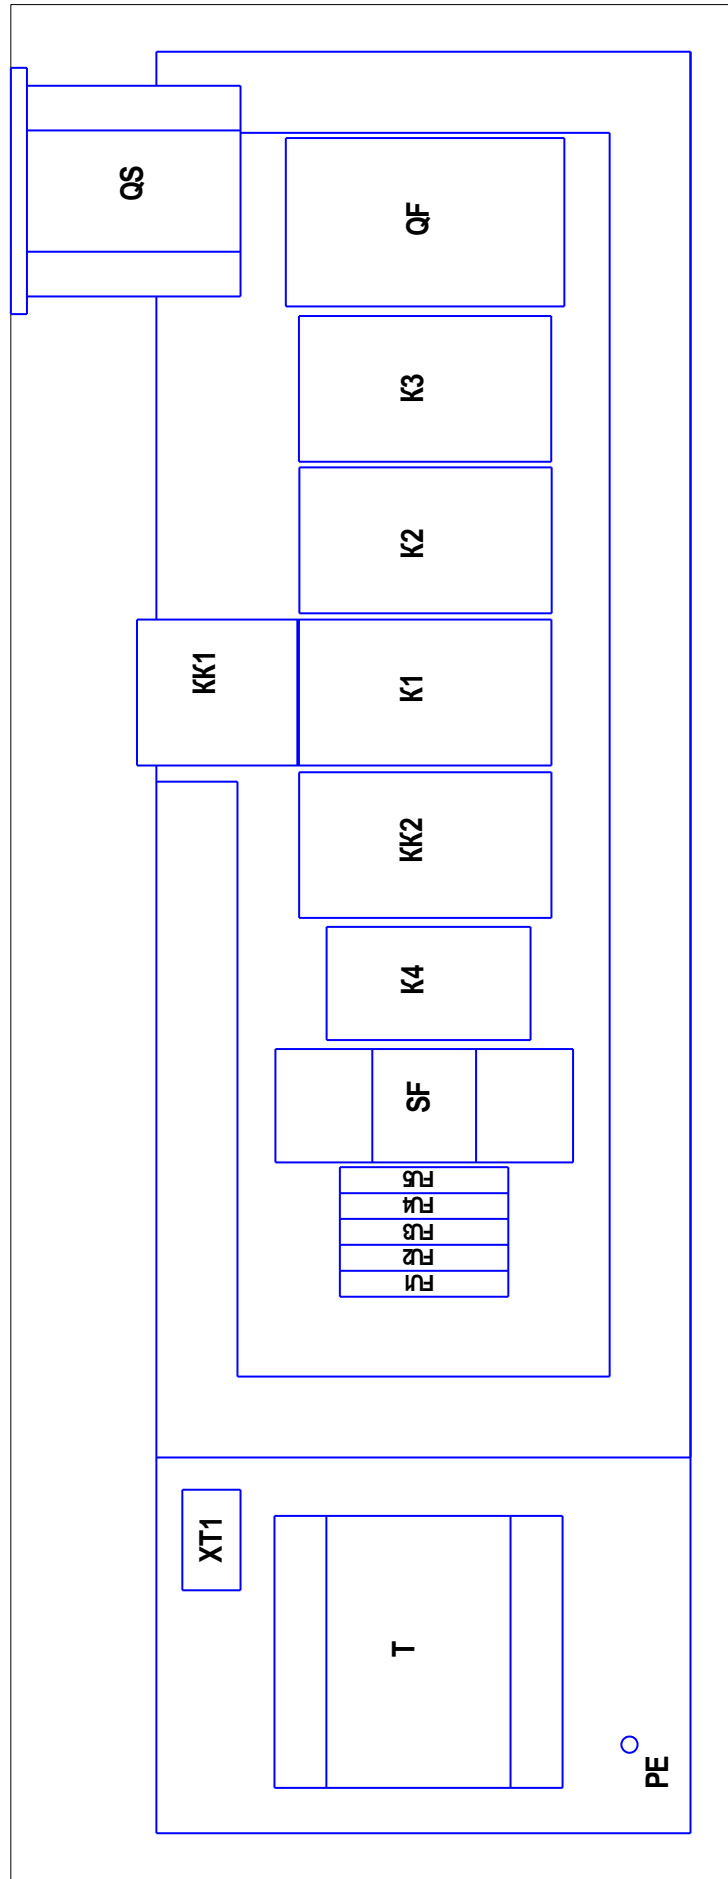

Рис. 11
14 - Шкаф с электроаппаратурой (см. рис. 1 или 3, или 5) – представляет собой короб закрытого типа с установленной платой, на которой смонтирована пуско – регулирующая аппаратура и устройства защиты (блок – схема см. рис. 11), доступ к которым осуществляется путем демонтажа верхней панели корпуса и крышки шкафа.
3. Плавкие предохранители FU1- FU5 - (см. рис. 11) защита цепей управления и сигнализации;